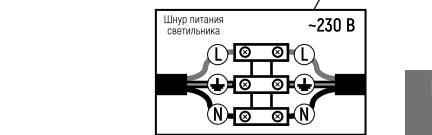

Рис.2
- Обеспечьте сетевой кабель питания и подключите к проводу прожектора [Рис.2].